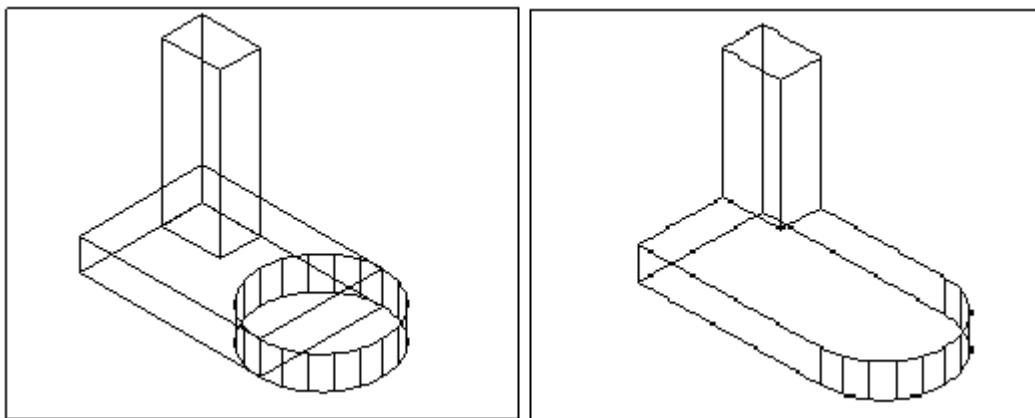

Рисунок 16 - К заданию 2.2.5
2.2.5 Сформировать тело путем объединения (рисунок 16).